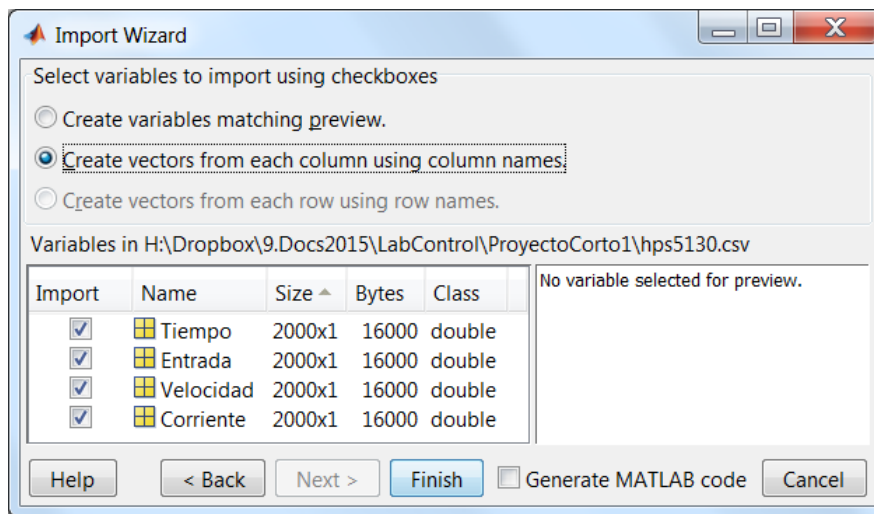

Figura 3: Importar datos en forma de vectores al *workspace* de Matlab.
Paso 2) Importe a Matlab los datos contenidos en el archivo .CSV guardado en la parte I; para ello, inicie Matlab y vaya al menú **File\Import Data...**, y luego oprima **Open** y luego **Next**, en la siguiente ventana seleccione **Create vectors ...**, como se muestra en la figura 3 y luego oprima **Finish**. Los datos están ahora disponibles como vectores en el *workspace* de Matlab.